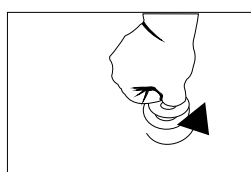

Рисунок 3
6. Разместите контейнер под сливной пробкой. (рис. 3).